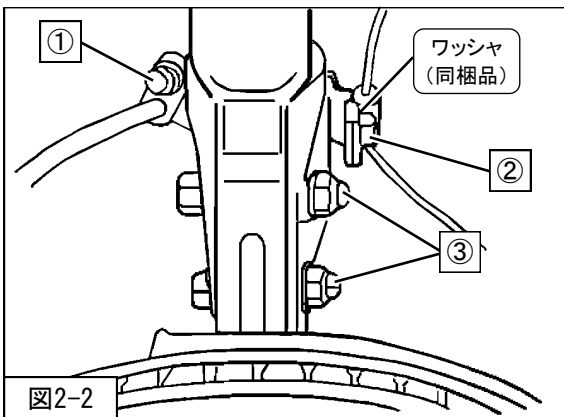
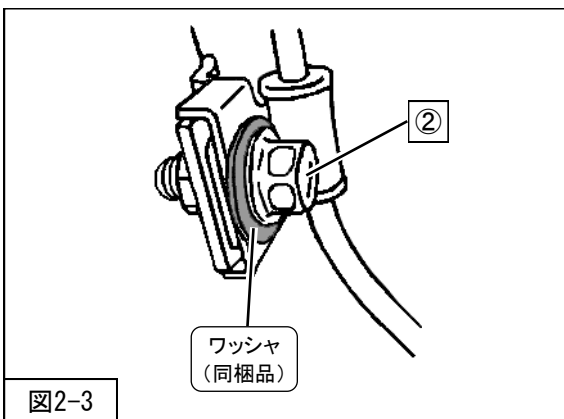

図2-2
図2-3
を取付けてください。（図2-2）
3. ②ABSセンサーハーネス取付ボルト（締付トルク：23～33N・m）は、ハーネスステーとの間にワッシャ（同梱品）を挿入して取付けてください。（図2-2・図2-3）
4. ①ブレーキホース取付ボルト（締付トルク：23～43N・m）を取付けてください。（図2-2）